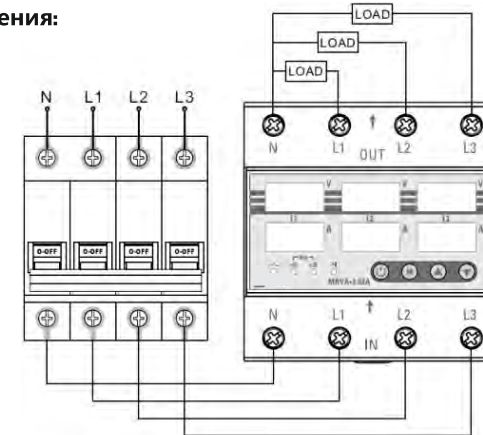

Рис. 9. Схема подключения
3.1. Установите прибор на DIN-рейку шириной 35мм. Подключите провода в соответствии со схемой (на рис. 9). Сечение проводов должно соответствовать максимальному току нагрузки. Для защиты от короткого замыкания перед прибором необходимо установить автоматический выключатель с током отключения в соответствии с током ограничения реле. При использовании многожильного провода, необходимо применять кабельные наконечники, чтобы не повредить жилы при обжатии винтом в клемме.